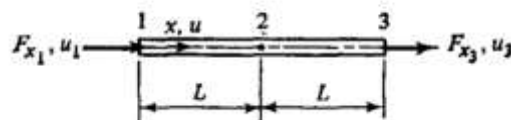

Рис. P2.11.
11. На рис. P2.11 приведена матрица жесткости трехузлового стержневого элемента. Осуществите конденсацию этого представления и получите систему уравнений жесткости для  $u_1$  и  $u_3$ .